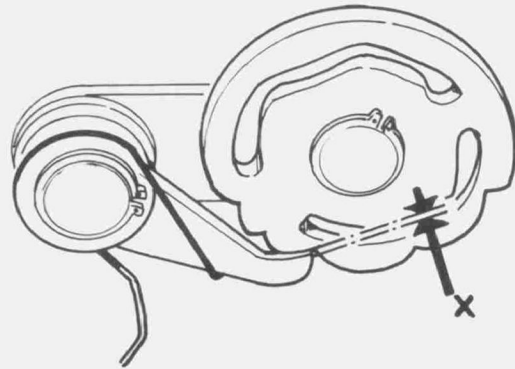

Bild 153
- Das Spiel zwischen Kurvenschaltzscheibe und Hakenhebel muss, wenn der Schalthebel im 2. bis 4. Gang an seinem Begrenzungsanschlag anliegt, ungefähr 2,0 mm in beiden Richtungen (Abstand X, Bild 153) betragen. Erforderlichenfalls ist der entsprechende Begrenzungsanschlag durch das Einsetzen unterschiedlicher Passscheiben einzustellen. Der obere Anschlag hat eine Sicherungsscheibe, die nach dem Ausbauen erneuert werden muss.